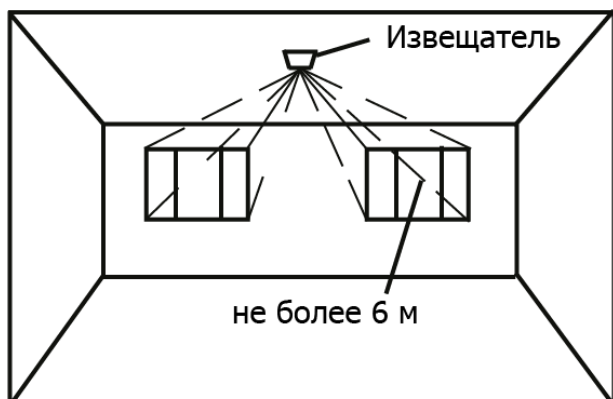

Рис.1. Установка извещателя на потолке
7. Переведите «RGD» в режим отладки (см. раздел 6). По работе светового индикатора (5) (раздел 7, рис.1) с помощью тестера разбития стекла убедитесь, что в месте предполагаемой установки «RGD» происходит срабатывание датчика извещателя. Пауза между тестами разбития стекла должна составлять 15 секунд.
9. Произведите монтаж основания корпуса (2). Если необходимо срабатывание тампера на отрыв от поверхности, зафиксируйте площадку (6) с помощью шурупа.
10. Установите корпус извещателя (1) на основание (2).